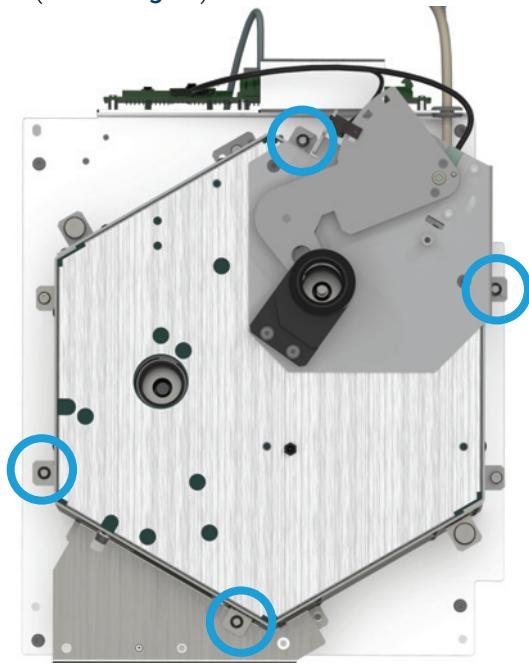

Abb.12. Entfernen Sie die T-20-Torx Schrauben von der oberen Ofenbaugruppe.
- Entfernen Sie vier T-20-Torx-Schrauben von der oberen Ofenbaugruppe (Abbildung 12).